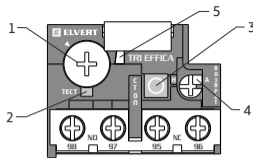

Рисунок 1. Органы управления
На лицевой панели теплового реле имеются винт для плавной регулировки уставки тока (1), кнопка «СТОП» (3) для отключения нагрузки (изменяет состояние НЗ контакта, не изменяет состояние НО контакта), кнопка «ТЕСТ» (2) для проверки срабатывания реле, переключатель-кнопка «ВОЗВРАТ» для выбора режима возврата (4) в рабочее состояние после аварийного отключения реле, индикатор (5) срабатывания реле (рисунок 1). Все органы управления, кроме кнопки «СТОП» закрываются прозрачной защитной крышкой с возможностью опломбирования.